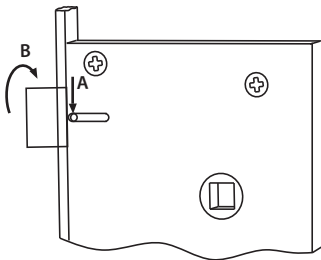

Рис. 2
1. Перед установкой замка убедитесь, что скос защелки направлен в сторону закрывания двери. Чтобы переставить защелку, нажмите отверткой на фиксатор (А), расположенный в отверстии на корпусе замка, защелка выйдет автоматически, поверните ее и верните в исходное положение «до щелчка» (В) (Рис. 2).